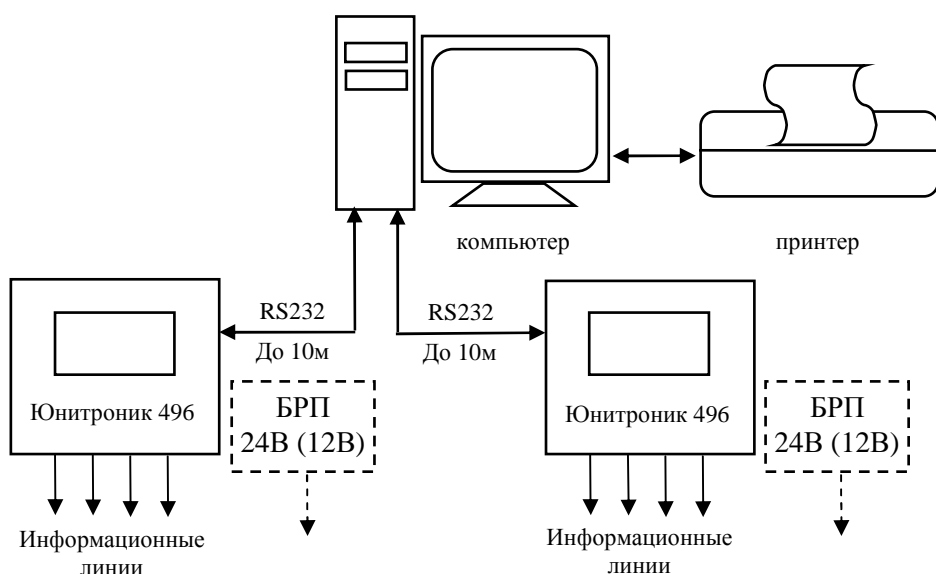

Рис. 4. Схема объединения приборов (контроллеров) в сеть с управлением от компьютера с помощью интерфейса RS-232.
5.3.5. Примеры сетевых вариантов подключения АПКП приведены на рис.4,5. Для связи АПКП с компьютером используются стандартные СОМ-порты. К каждому СОМ-порту подключается один АПКП. Количество подключенных таким способом АПКП ограничивается числом свободных СОМ портов в компьютере. С помощью платы расширения число СОМ-портов может быть увеличено до 8. Возможно также расширять число СОМ-портов за счет USB-выходов компьютера, используя преобразователи интерфейсов USB-СОМ.